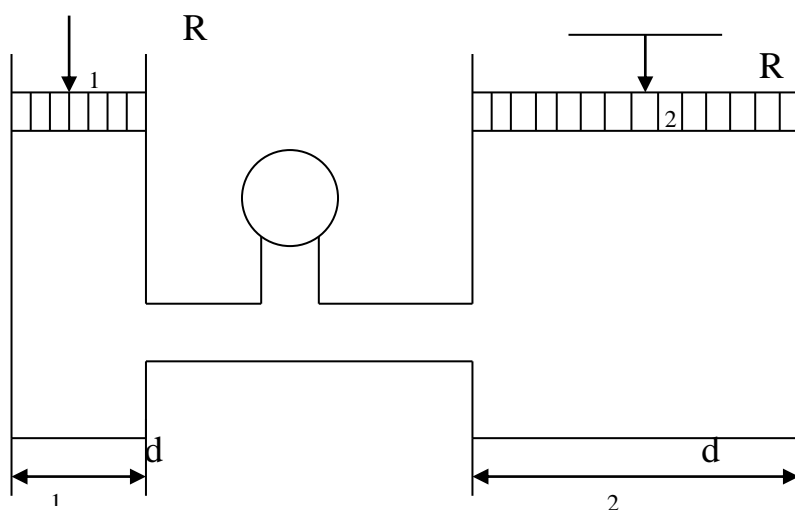

Рис.1. Гидропресс.
- I. Имеется гидропресс (см. рис.1) с цилиндрами диаметрами d_1 и d_2 . При равновесии на поршни действуют силы R_1 и R_2 . Найдите давление P и неизвестную величину для своего варианта.
X. Найдите массовый расход и неизвестную величину для переходника (рис.1а), если плотность жидкости